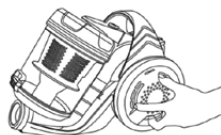

Abb. 4
1. Drehen Sie den Deckel des linken Rads gegen den Uhrzeigersinn und nehmen Sie ihn ab (Abb. 4).